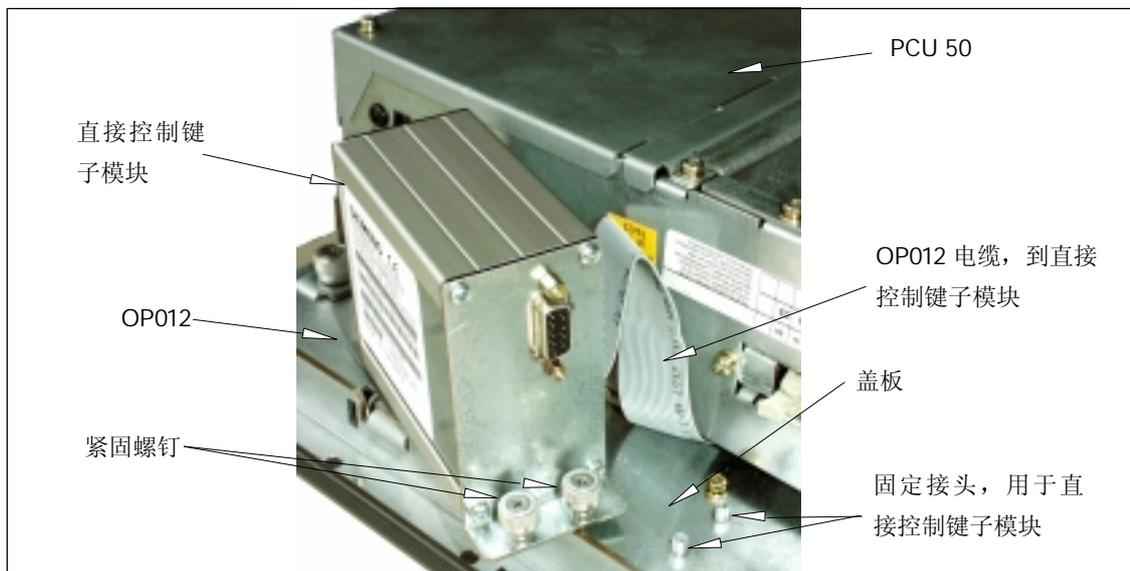

图 8-8 在 OP012 上安装直接控制键子模块
9. 把扁平电缆连接到直接控制键子模块（在图 8-8 中不可见的背面）。
10. 拧紧侧面的滚花螺钉，使直接控制键子模块牢固地与盖板固定（参见图 8-8）。